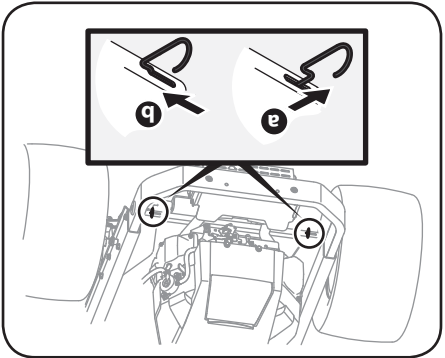

Figure 2-1
4. Embrayez les tiges de dérivation de la transmission de chaque côté du tracteur pour déplacer celui-ci sans le mettre en marche. Ces tiges se trouvent sur l'arrière du tracteur, sur l'intérieur de chaque roue arrière. Pour embrayer chaque tige de dérivation, tirez-la vers l'extérieur(a) et vers la droite (b) pour la bloquer. Voir la Figure 2-1.
5. Débrayez les tiges en inversant a et b après avoir déplacé le tracteur. Voir la Figure 2-1.